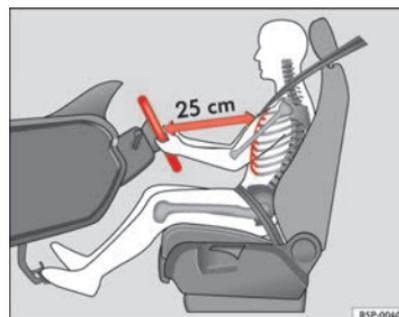

Fig. 135 Position de conduite correcte
- Réglez le volant jusqu'à ce que vous obteniez la position souhaitée ⇒ fig. 135.
- Réglez le siège du conducteur ou le volant de sorte que la distance entre celui-ci et votre thorax soit au moins de 25 cm ⇒ page 175, fig. 135. Si vous ne respectez pas cette distance minimale, le système d'airbags sera dans l'incapacité de vous protéger – danger de mort !